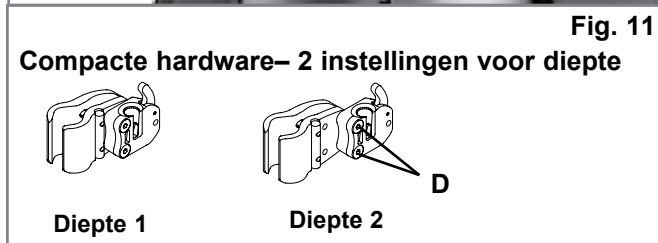
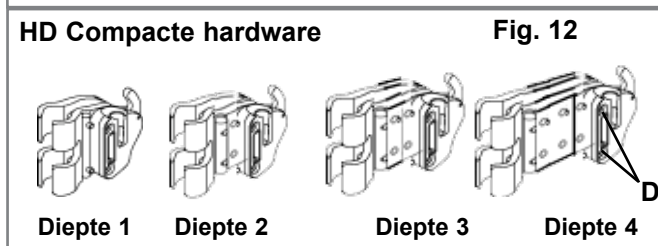

Fig. 11
Fig. 12
2. Aanpassingen diepte/hoek (Figs. 11, 12 & 13)
Let op dat er twee soorten materiaal kan worden besteld: de standaardmaat (Fig. 11) en het langere, verstelbare materiaal (Fig. 12). Het materiaal wordt op dezelfde wijze aangepast, maar de standaard rugsteun kan 4.4 cm in diepte worden versteld, (Fig. 11), terwijl de uitgebreide rugsteun 7.5 cm in diepte aangepast kan worden (Fig. 12).
- Indien er meer diepte nodig is, verwijder dan de rugsteun uit de beugels. Verwijder de schroeven (Figs. 11-D, 12-D) van de beugel met behulp van bijgeleverde 4mm inbussleutel en stel de rugsteun op de gewenste diepte in. Opmerking: Het wordt sterk aanbevolen om een geschikt, gemiddeld sterk schroefdraadborgingsmiddel (bijv. Loctite 243) aan te brengen op de houder en de schroefkoppen, voordat de rugsteun wordt teruggeplaatst. Draai de schroeven tot 25-35 in-lbs. (2,8 - 4 Nm).